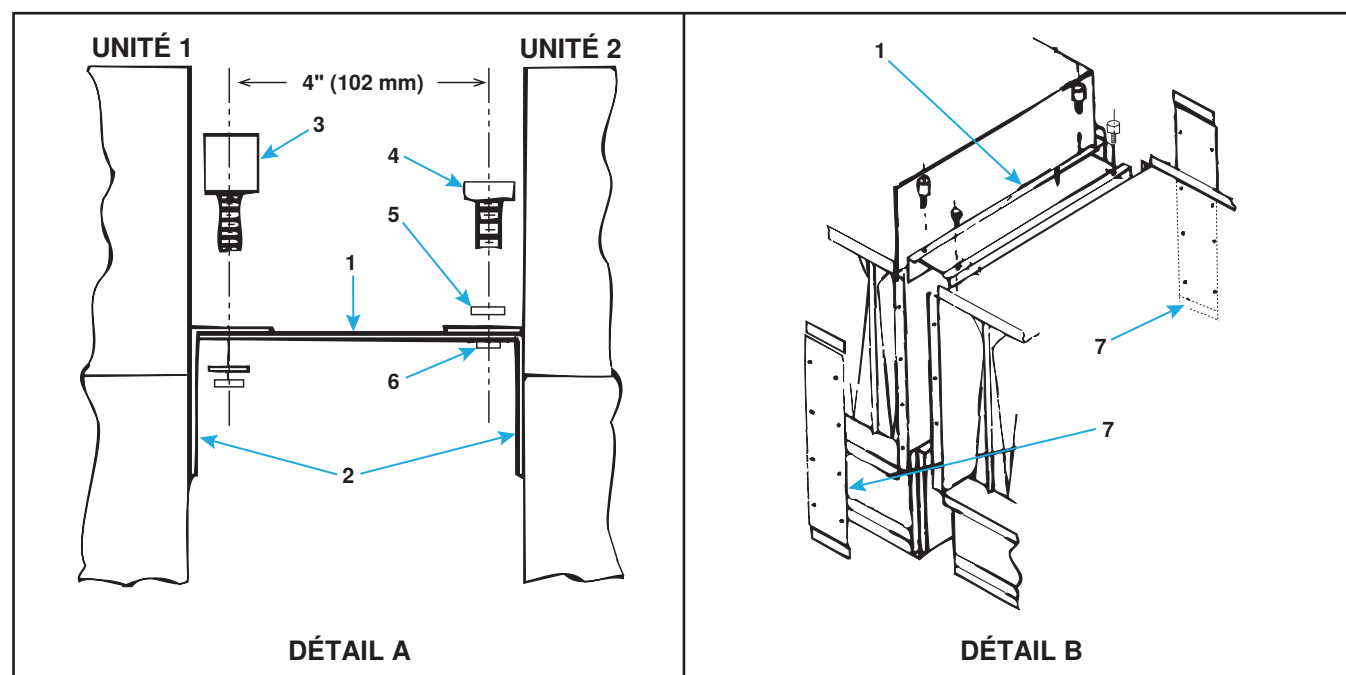
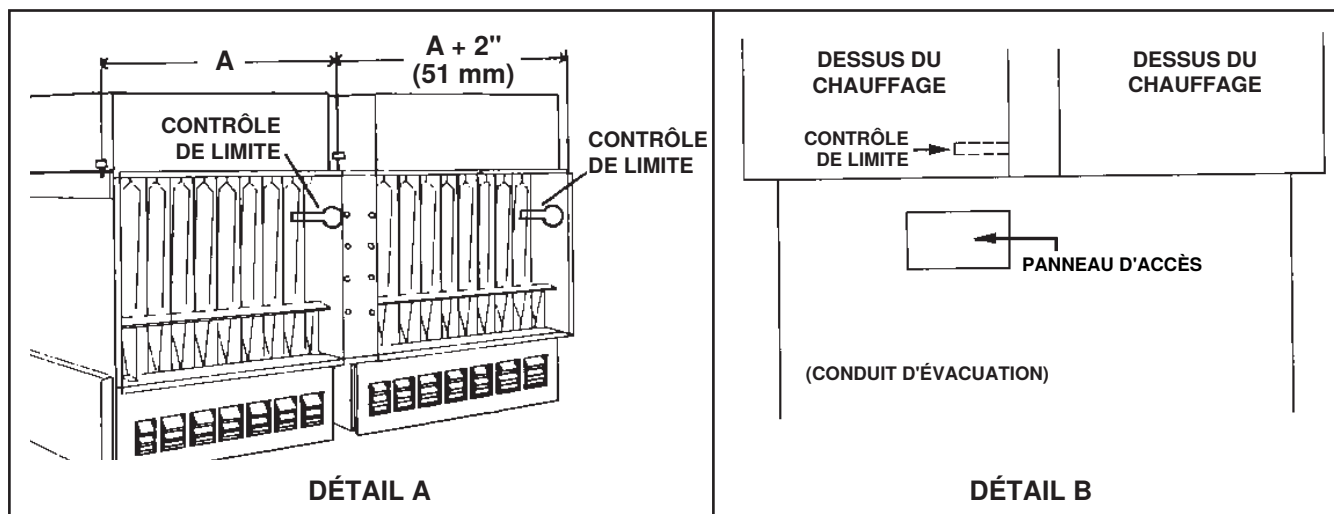

Figure 7. Installation du kit de couplage
Figure 8. Vues de face et de dessus des fours couplés
Le couplage d'appareils de chauffage (Tableau 7) se réalise au moyen de trousse de couplage optionnelles : option CR1 pour deux unités, option CR2 pour trois unités, option CR3 pour quatre unités ou option CR4 pour cinq unités. Les numéros d'éléments entre parenthèses renvoient à la Figure 7 and Tableau 8.
2. Approchez le deuxième appareil de chauffage près du premier. Placez-le de manière que la plaque (1) d'attache soit appuyée sous le support en équerre (2). Fixez la plaque d'attache au support en équerre en utilisant les boulons (4), les rondelles (5) et les écrous soudés (6) par points de la plaque d'attache.
3. Placez les plaques de boulonnage (7) vis-à-vis des appareils de chauffage comme indiqué sur la Figure 7, DÉTAIL B. Percez des trous de 1/8 pouce (3.175 mm) de diamètre en utilisant une plaque de boulonnage comme patron. Fixez les plaques de boulonnage avec les vis (8) à tôle de la trousse. Le déport de la plaque de boulonnage permet d'aligner la plaque et les brides de conduit (voir Figure 8, DÉTAIL A).
- Les unités couplées doivent être pourvues de panneaux d'accès (see Figure 8, DÉTAIL B) sur le dessus ou le dessous du conduit de sortie pour l'entretien des limiteurs et l'observation des unités couplées (voir la section Connexions de conduits).
- Reportez-vous à la Figure 8, DÉTAIL B et au Tableau 9 pour les dimensions de la vue de face du four couplé.
*Voir Figure 8, DÉTAIL A.